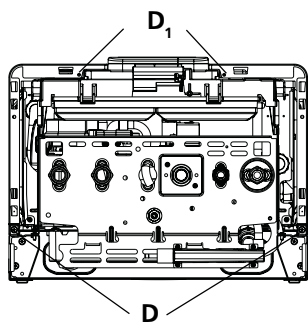

Fig. 3.2
Una volta installata la caldaia, le viti D_1 possono essere rimosse (fig. 3.2).
- togliere il mantello svitando le viti di fissaggio (D) (fig. 3.2)